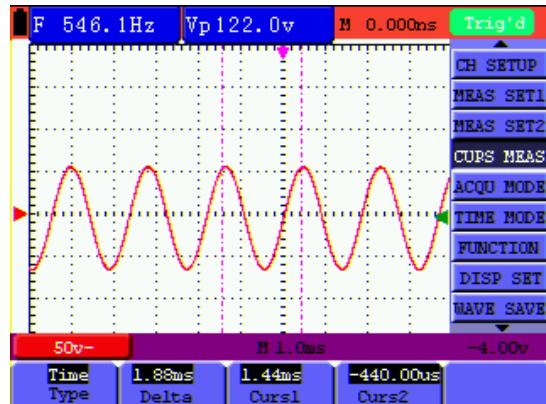

Рисунок 57. Использование курсоров для измерения времени
- Кнопки **OPTION◀** и **OPTION▶** позволяют перемещать вверх и вниз курсор T1, а соответствующее значение напряжения отображается в нижней части экрана. Там же, в опции Delta отображается абсолютное значение разности V1-V2 (см. рисунок 57).